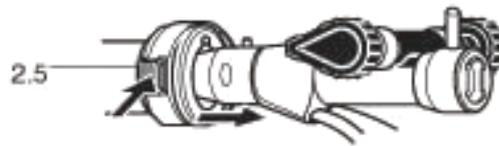

Fig. 8
*Se a conexão não é travada automaticamente, empurrar o cursor (2.5) até onde ele puder ir e repetir o procedimento (Fig. 8).*